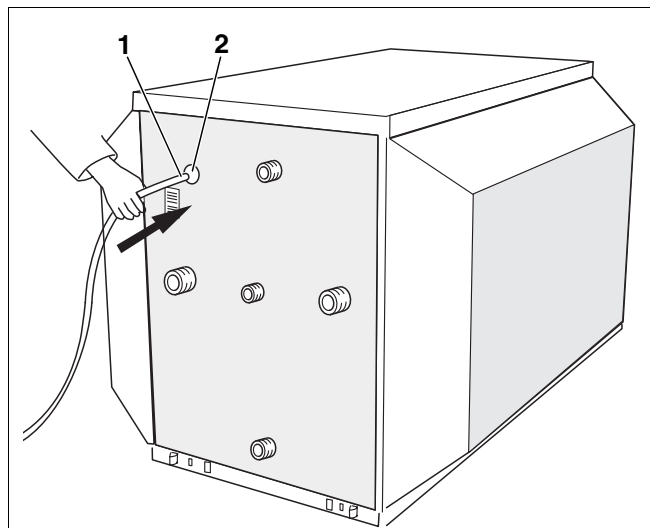

Рис. 11 Установка датчика температуры
- Ввести датчик (рис. 11, **поз. 1**) с задней стороны бака в отверстие кабельного канала (рис. 11, **поз. 2**).